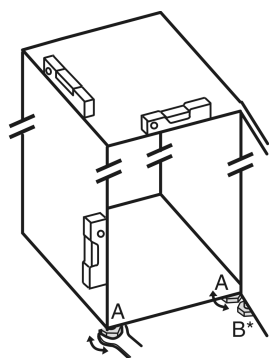

Fig. 4
- ▶ 用随附的开口扳手将垫脚 Fig. 4 (A) 借助水平仪旋出, 直至稳固、平坦对齐冰箱。
- ▶ 使用随附的开口扳手旋出托架上的垫脚 Fig. 4 (B), 直至垫脚平置于地板。
- ▶ 将垫脚 Fig. 4 (B) 继续旋转 90°。